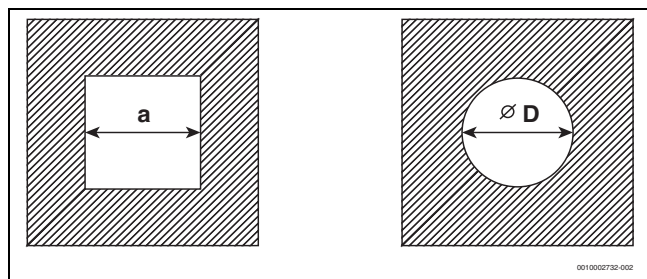

Fig. 5 Section rectangulaire ou ronde
- ▶ Vérifier si les dimensions autorisées du conduit sont respectées pour le cas particulier prévu. Si les dimensions a_{min} ou D_{min} **ne sont pas atteintes**, l'installation n'est **pas autorisée** (→ Fig. 5 et tabl. 7 et 8).